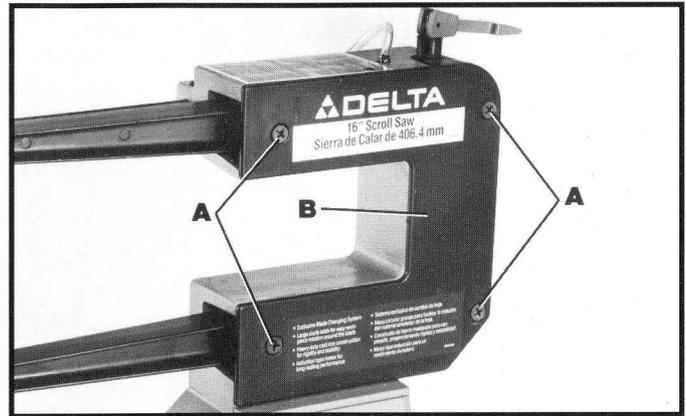

Fig. 21
2. Enlevez les quatre vis (A) fig. 21, et enlevez le panneau latéral (B).